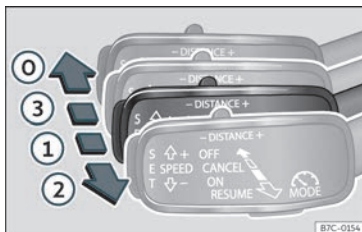
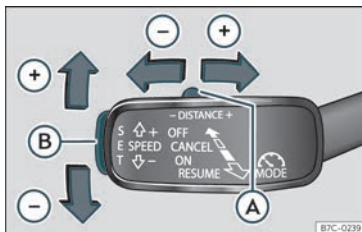

Fig. 218 Á esquerda da columna da dirección: terceira palanca para manexar o control adaptativo de velocidade.
Fig. 219 Á esquerda da columna da dirección: terceira palanca para manexar o control adaptativo de velocidade.
- Para activar o ACC mova a terceira palanca á posición **ON** >>> **fig. 218** ①. Neste momento o ACC non está activo nin hai velocidade programada.
- A continuación, prema a tecla **SET** >>> **fig. 219** ② ou desprace a palanca á posición **RESUME** >>> **fig. 218** ②. Neste momento
- En caso de que desexa incrementar a velocidade en intervalos de 1 km/h (0,6 mph), desprace a palanca cara á posición **RESUME** >>> **fig. 218** ② ou para diminuíla prema a tecla **SET** >>> **fig. 219** ②.
- Para aumentar ou reducir o nivel de distancia, desprace a tecla (A) cara á dereita ou á esquerda >>> **fig. 219**.
- Para desconectar ACC, mova a panca á posición **OFF** (fixa) »» **fig. 218** . Neste momento aparece o texto **ACC desactivado** e a función queda completamente desactivada.